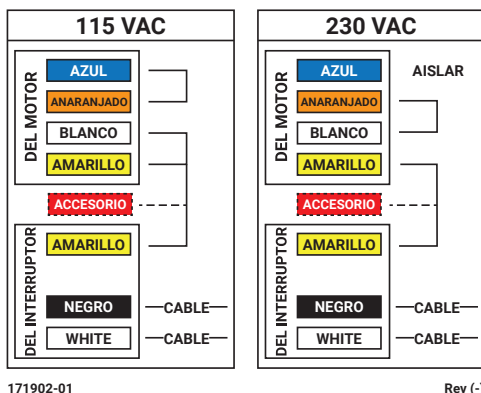

Figura 7a
- Haga coincidir la tensión, conecte el motor a las fases de fuente de energía. (Vea la figura 7a y 7b).
- Coloque los cables dentro de la caja de conexiones y vuelva a colocar la tapa eléctrica. Instale los cuatro (4) tornillos